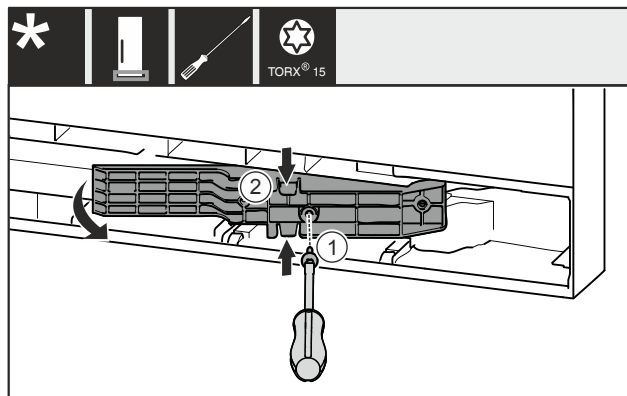

Fig. 12 *
- ▶ Izvadite vijak Fig. 12 (1)*
- ▶ Lagano pritisnite adapterski element Fig. 12 (2) na vrhu i na dnu i izvucite ga.*